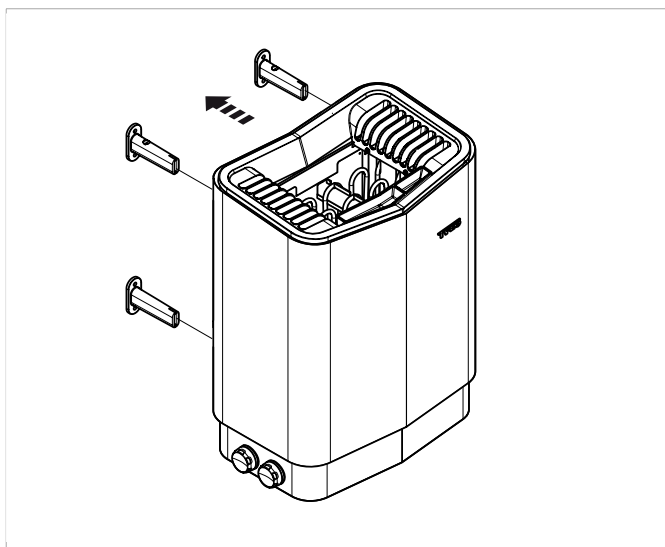

Рисунок 16: Вставление устройства
17. Повесьте устройство на кронштейны, придвинув его прямо к стене (см. **Рисунок 16**, страница 6). Возможно, потребуется немного ослабить винты кронштейна. Повесив устройство, снова закрутите винты.